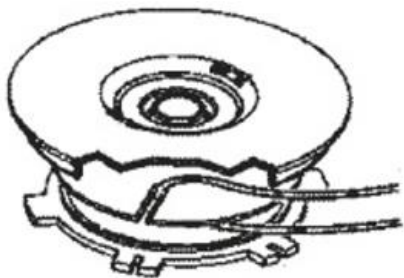

Рис.14
2. Снимите катушку (С) и пружину (D) со стержня (Е).
4. Сложите режущую леску длиной 7-8 метров и диаметром 2,4мм пополам. Поместите центр петли в одну из щелей (G) делителя катушки (Рис.14).